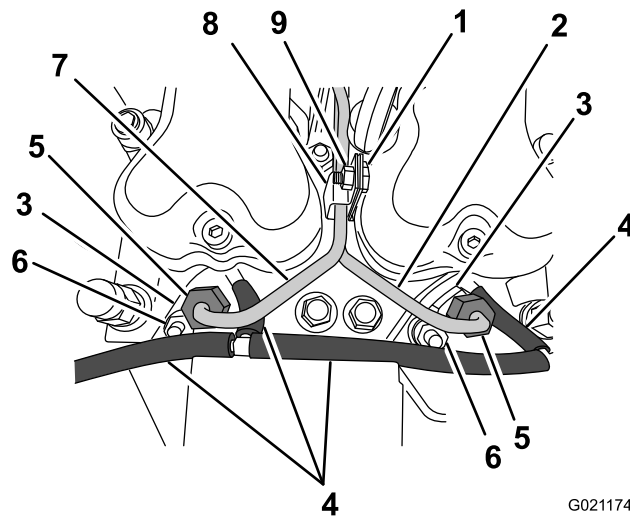
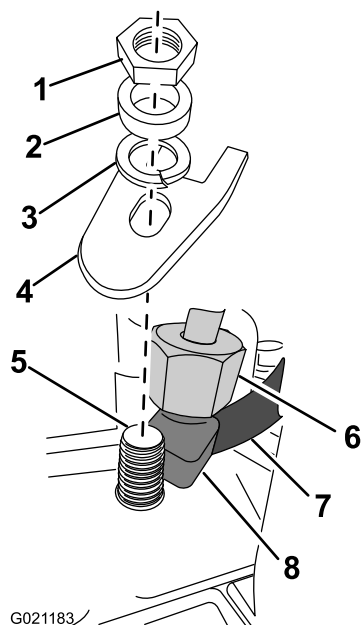

Figure 48
Figure 49
- Desserrez les écrous-raccords des deux injecteurs (Figure 48 et Figure 49).
8. Retirez les écrous de retenue, les rondelles, les rondelles frein et les dispositifs de retenue qui maintiennent les injecteurs sur la culasse (Figure 49).